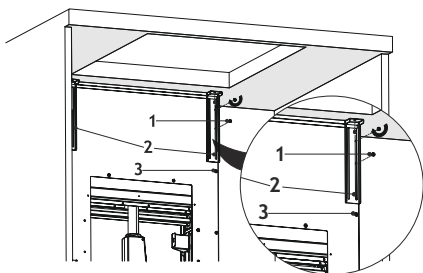

Fig. 13
6. ➡ Montera fläkten med de 2 x korta monteringsbeslagen i bänkskivan (Fig. 13).